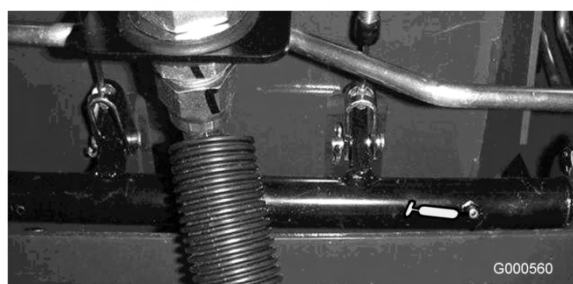

図 22
- ・ ブレーキ・シャフトのピボット・ベアリング (5ヶ所) (図 22)